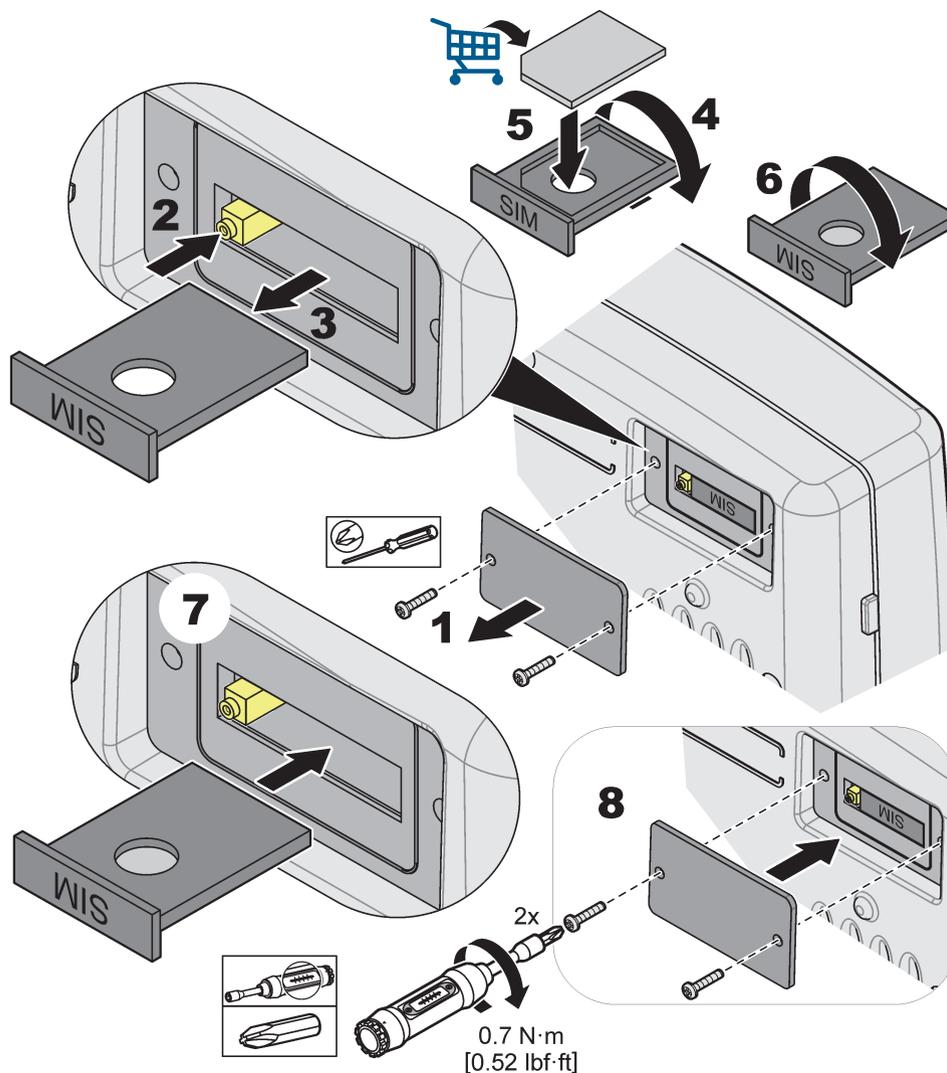

Figure 34 Insérer la carte SIM
3. Enlever le couvercle de la carte SIM à l'arrière du module d'affichage (Figure 34).